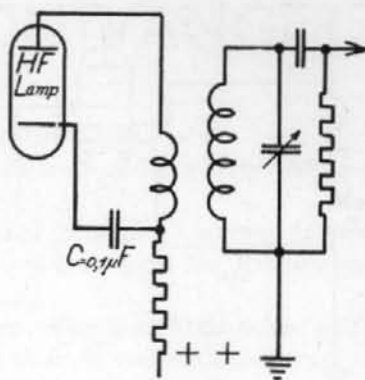

FIG. 4.
3. De inductieve koppeling, Fig. 4, die dus als de spoelen gekocht of nog gemaakt moeten worden, de voorkeur verdient. Is men in het